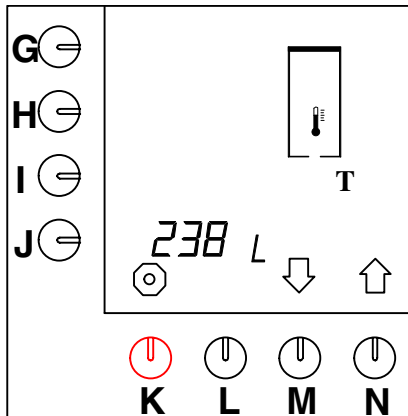

Abb. 49 Gesamtzählwerk für das
- Drücken Sie auf die Wahltaste (N.) $\uparrow$ , bis Abb.49 im Display erscheint.